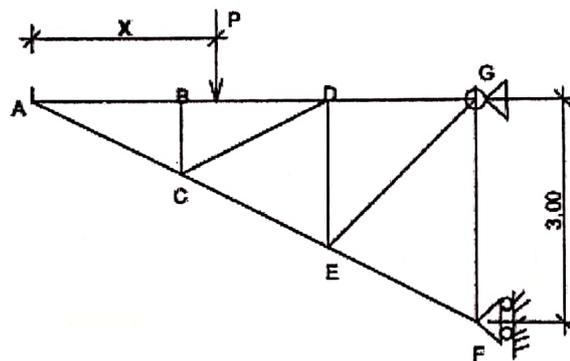

Figure 2-b
b) La distance x entre le point d'application de cette résultante P et le point A (figure 2-b).